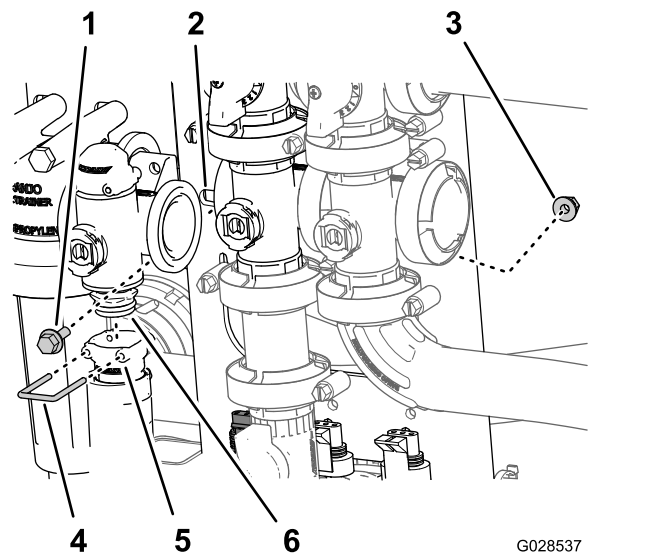

Figure 84
2. Retirez l'étrier qui fixe le raccord de sortie au collecteur du régulateur de débit (Figure 84).
de débit au support, puis déposez le collecteur de la machine (Figure 84).